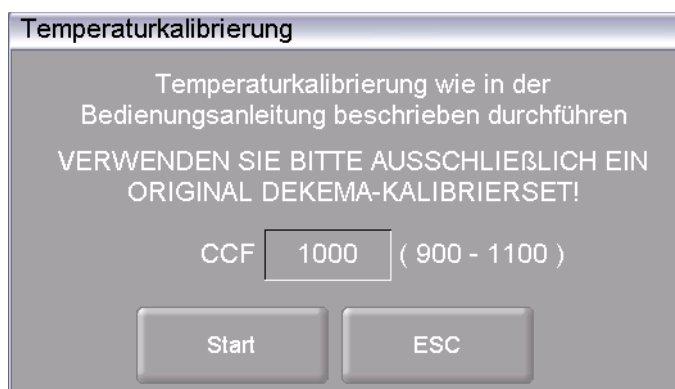

Fig. 7-2 Temperaturkalibrierung starten
1. Wählen Sie im Menü "Setup" das Programm "Temperaturkalibrierung", siehe Fig. 7-2.